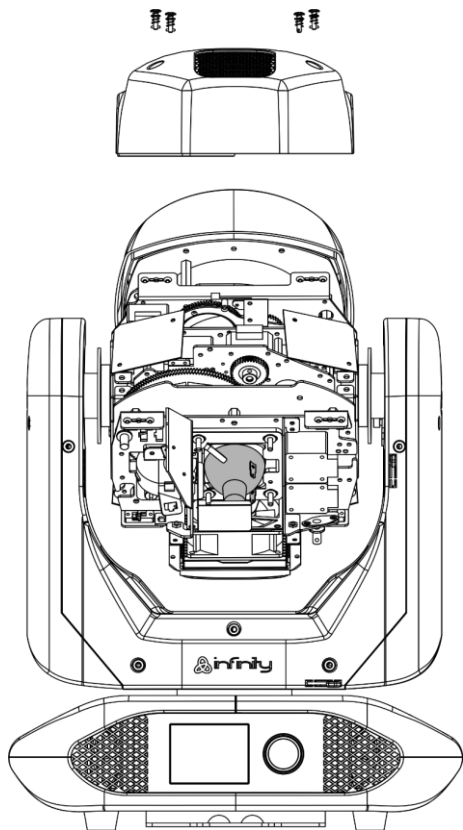

Fig. 03
- 04) Allentare i 4 fissaggi a 1/4 di giro con testa a croce sull'alloggiamento, quindi togliere il coperchio (Fig. 03).